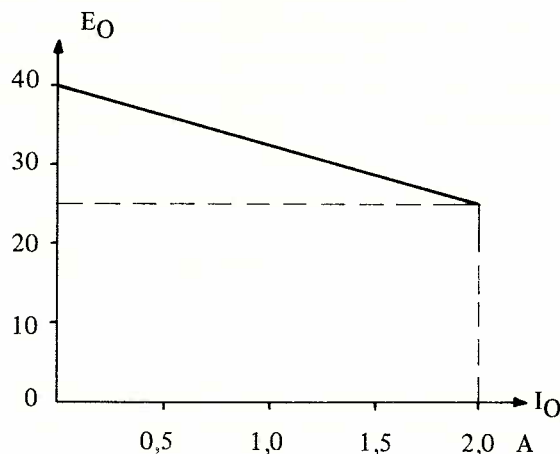

Fig. 5. Remote-programmering. Max. udgangsspænding som funktion af strømforbruget ved nominel netspænding.
**Programmering med fast modstand.** Ved anvendelse af en fast modstand med en nøjagtighed bedre end f. eks.  $\pm 1\%$ , opnås en udgangsspænding med en nøjagtighed bedre end  $\pm 2\%$ . Ønskes en spænding på 12 V  $\pm 2\%$ , anvendes en metalfilm-modstand på 12 Kohm  $\pm 1\%$ . Denne kan monteres direkte i et 5-polet DIN-stik mellem ben 1 og 3. Det vil dog være en god ide, hvis man mærker stikket med „12 V“, for at undgå fejltagelser senere hen. Det er muligt at programmere udgangsspændingen helt op til ca. 80 V, afhængig af strømforbruget (fig. 5).